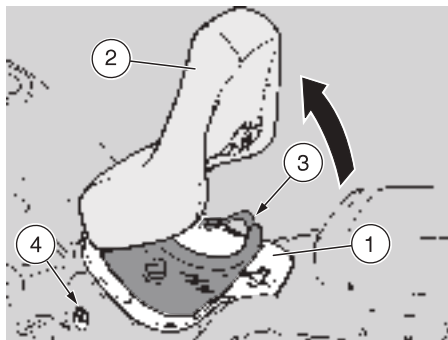

Fig. 9
VANO PORTACASCO / PORTADOCUMENTOS (Fig. 9)
El vano portacasco/portadocumentos (1) se encuentra situado debajo del sillín del piloto (2); puede contener un casco JET (3). Para acceder a él, introduzca la llave de encendido en la cerradura (4), gire la llave en el sentido horario y levante el sillín (2). Antes de colocar el casco, quite todos los objetos contenidos en el vano, quite la visera del casco si la tiene y coloque el casco con la parte de protección para la barbilla hacia el lado derecho del vehículo (véase Fig. 9). Coloque de nuevo los eventuales objetos que habían sido extraídos anteriormente.